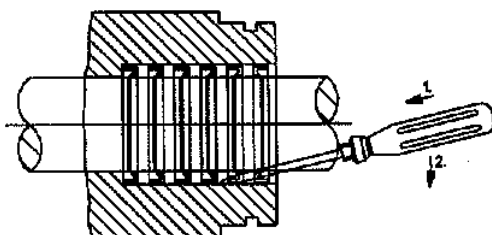

Figura 4
11. Togliere l'anello di sicurezza 93.20 con l'aiuto di una apposita pinza ed estrarre il cuscinetto a rotolamento 32.10 e l'anello distanziatore 52.50 dall'albero 21.00 (Figura 4).
Gli anelli di tenuta 42.13 difettosi devono essere estratti con prudenza dalla camera di tenuta senza danneggiarla. Siccome gli anelli di tenuta, possiedono una camicia sottile di metallo, sarebbe utile far leva con un utensile appuntito (per esempio un piccolo cacciavite) tra la parete della camera di tenuta stessa e la camicia dell'anello di tenuta. Infine piegare/deformare l'anello fino ad estrarlo completamente (figura 4).
1. Assemblare l'unità d'albero come da figura 4.